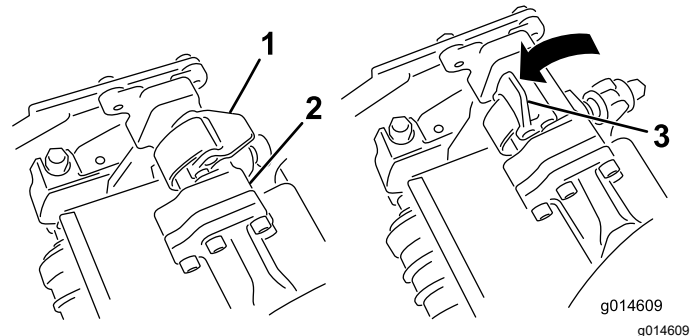

Figura 57
4. Com os fechos na barra do braço de suspensão a apontar para cima (i.e. abertos) (Figura 57), empurre o braço de suspensão para baixo de forma a que a barra passe pela barra através da parte superior da unidade de corte (Figura 58).
5. Feche os fechos para baixo e em redor da barra da unidade de corte e bloqueie-os no sítio (Figura 57).
5. Abra os fechos na barra do braço de suspensão da unidade de corte que está a remover (Figura 57).